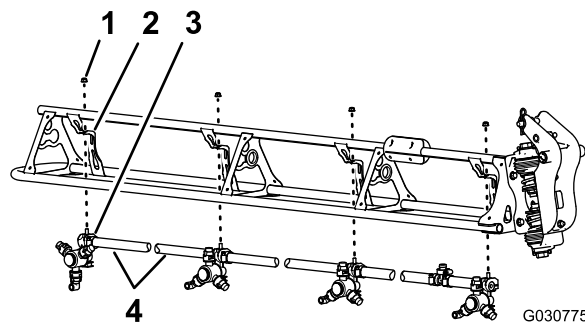

Рисунок 97
1. Перережьте шланг между двумя распылительными соплами (Рисунок 97).
2. Отверните фланцевую контргайку (5/16 дюйма), которая крепит распылительное сопло к опоре сопла (Рисунок 97).